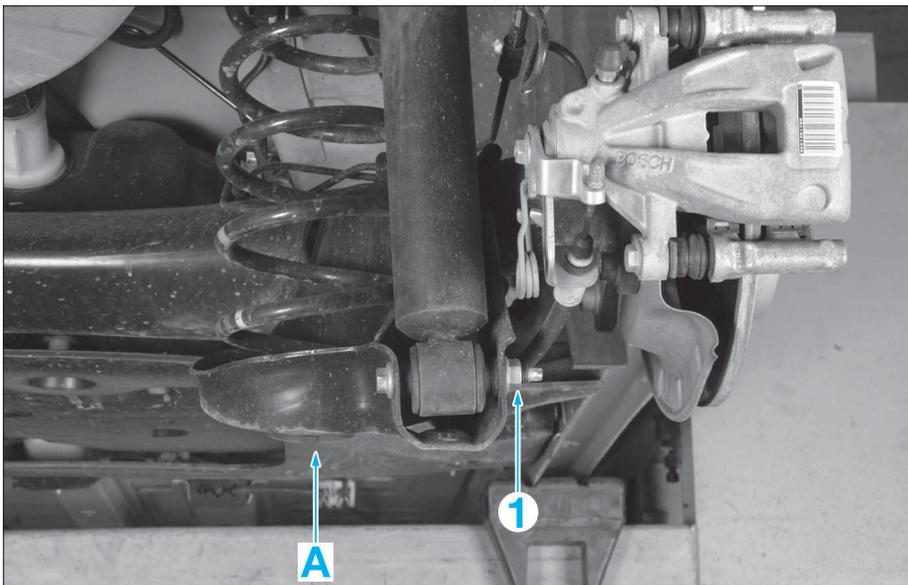

FIG. 27
- reposer et serrer les vis (2)
- reposer la vis (1) sans la serrer
- serrer la vis (1)
- positionner un outil de levage en "A" (Fig.27)
- déposer la vis (1)
- Positionner un outil de levage en "A" (Fig.27).